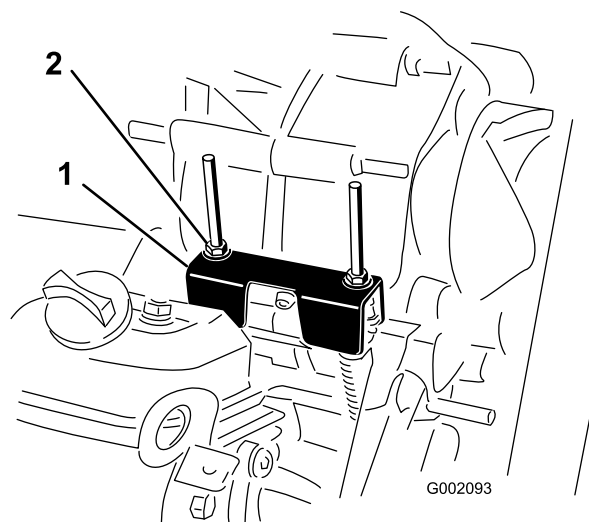

Figura 62
Sempre que for necessário efetuar operações de manutenção programada e/ou diagnósticos do motor, deverá colocar o conjunto eixo-transmissão na posição PUNTO MORTO (Figura 62).
2. Certifique-se de que o suporte neutro está na posição PUNTO MORTO (ao nível do suporte do cabo ao capot situado por baixo do suporte das mudanças), rodando a embraiagem (Figura 62).
3. Rode uma das porcas de bloqueio (Figura 62) para conseguir 0,76 a 1,52 mm de folga entre a parte inferior da porca/anilha e o suporte neutro.